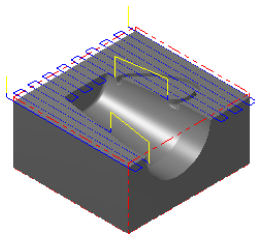

图 21.28 刀具路径
(1) 设置曲面参数。在“曲面精加工平行铣削”对话框中单击 ☐ 曲面参数 选项卡，所有参数采用系统默认设置值。
(2) 设置精加工平行铣削参数。在“曲面精加工平行铣削”对话框中单击 ☐ 精加工平行铣削参数 选项卡，然后在 大切削间距 (M) 文本框中输入值 10.0，其他参数采用系统默认设置值。
(3) 单击 ☐ 间隙设置 (G)... 按钮，在系统弹出的“刀具路径的间隙设置”对话框中选中 ☒ 切削顺序最佳化 复选框，在 切线的长度: 文本框中输入值 10.0。单击 按钮，系统返回至“曲面精加工平行铣削”对话框。
Step5. 单击“曲面精加工平行铣削”对话框中的 按钮，同时在图形区生成图 21.28 所示的刀具路径。